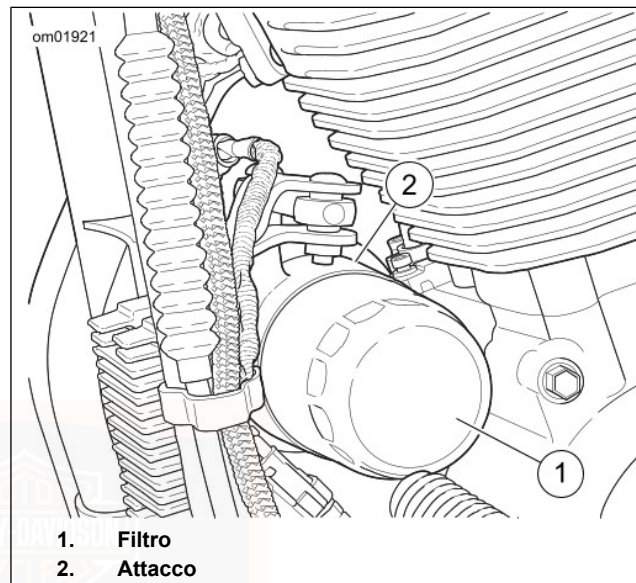

Figura 42. Filtro dell'olio
Vedere Figura 42. Ruotare il filtro (1) in senso antiorario per rimuoverlo dalla base (2).